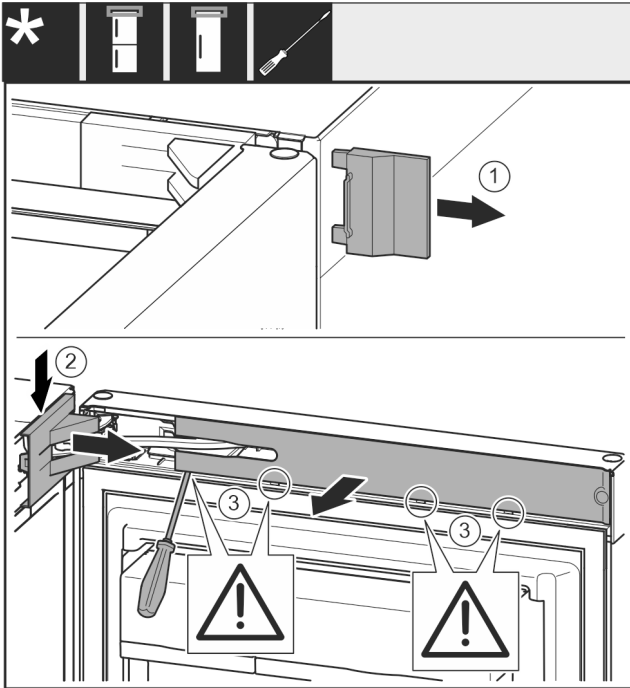

Fig. 9
- ▶ Зніміть кришку Fig. 9 (1).
- ▶ Звільніть і ослабте кришку опорного кронштейна Fig. 9 (2).
- ▶ Зніміть кришку опорного кронштейна Fig. 9 (2).
- ▶ За допомогою шліцевої викрутки звільніть від фіксатора та поверніть убік накладку Fig. 9 (3).